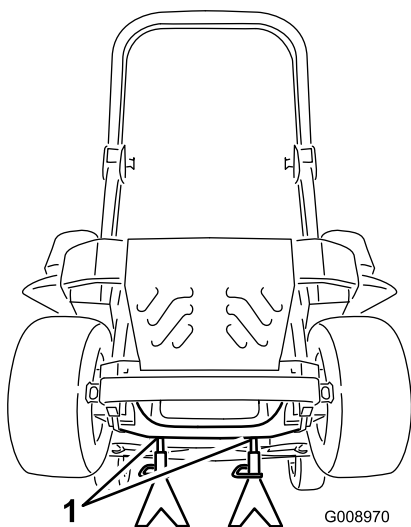

Figura 90
3. Levante la máquina y apóyela sobre gatos fijos (Figura 90).
9. Retire los soportes y baje la máquina (Figura 90).